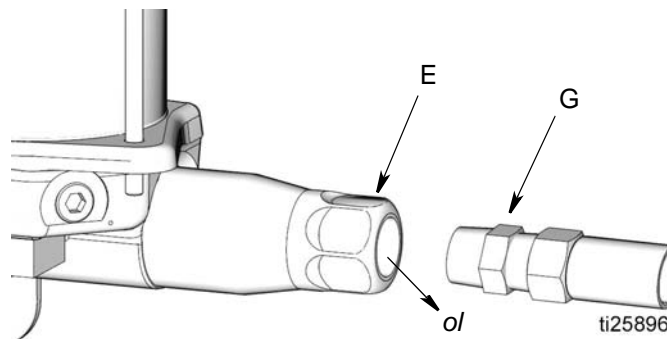

Рис. 7
3. Отсоедините линию подачи смазочного материала (G) от выпускного патрубка насоса (E) (Рис. 7).
5. Дайте поработать насосу в течение нескольких ходов поршня до тех пор, пока масло (o), без пузырьков воздуха, не станет выходить из выпускного патрубка насоса (E) (Рис. 7).